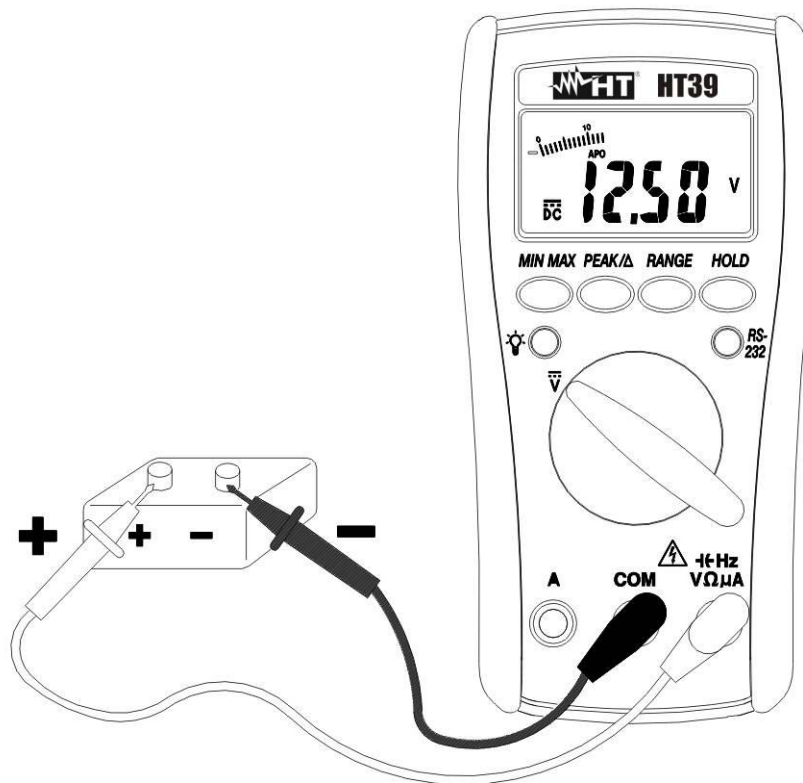

Fig. 3: Misura di Tensione DC
2. Inserire il cavo rosso nel terminale di ingresso  $\overline{HzV\Omega\mu A}$  e il cavo nero nel terminale di ingresso **COM** (vedere la Fig. 3).
6. La visualizzazione del simbolo "-" sul display dello strumento indica che la Tensione ha verso opposto rispetto alla connessione di Fig. 3.